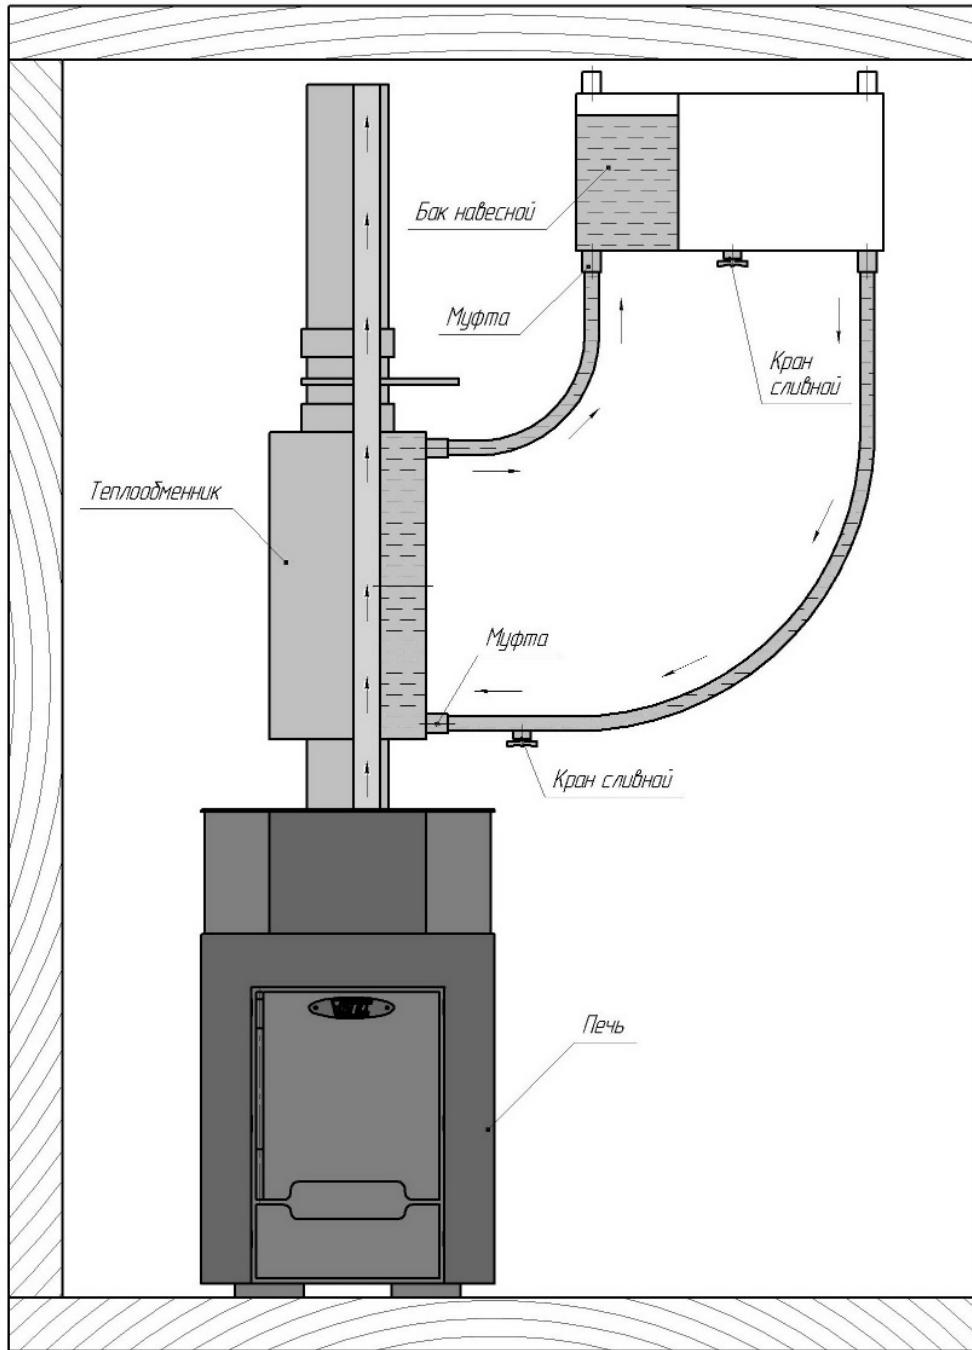

Рисунок 3: Вид спереди: подключение бака для горячей воды к банной печи газо-древянной банной печи «Волжанка» («Волжанка Мини», «Волжанка Порта»)
- на печь устанавливается теплообменник, который подсоединяется к выносному баку – это отдельно висящий бак, который может быть размещен, в любом удобном месте или помещении (рисунок 3).